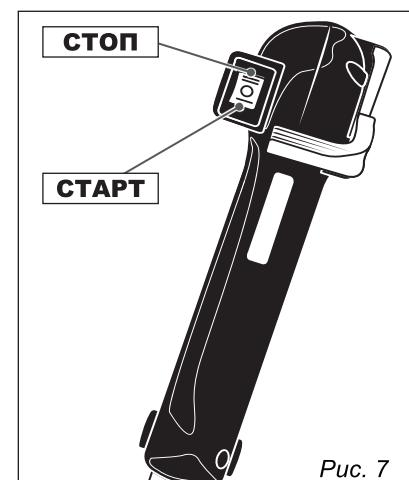

Рис. 7
7. Запуск с помощью электростартера (рис. 7):